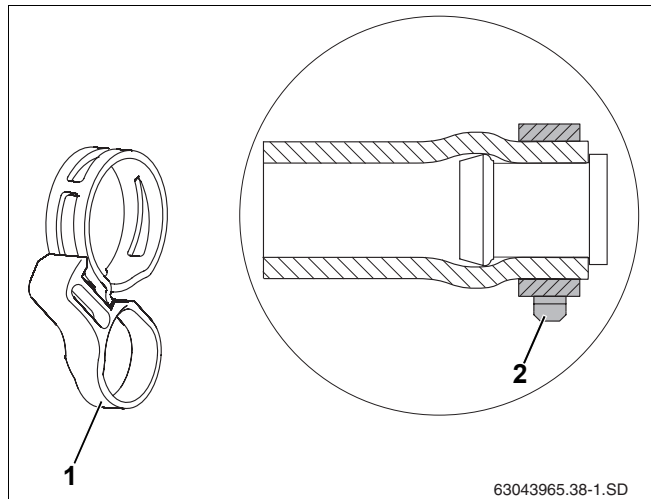

Fig. 36 Colier arc cu inel de siguranță montat deja la dopurile premontate
- Poziția corectă a colierului arc trebuie garantată neapărat înainte de scoaterea inelului de siguranță (Fig. 36, **Poz. 1**) (Fig. 36, **Poz. 2**). O desfacere ulterioară cu ajutorul unor clești poate distruge/deteriora puterea de strângere.